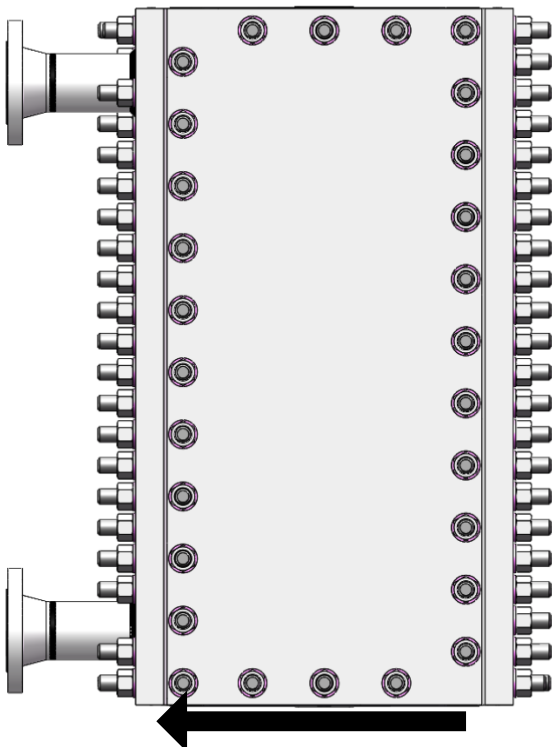

Abbildung 19
- Alle losen Muttern auf der Unterseite des Apparats mit einem Schlagschrauber vorspannen (Abbildung 19 und 20).